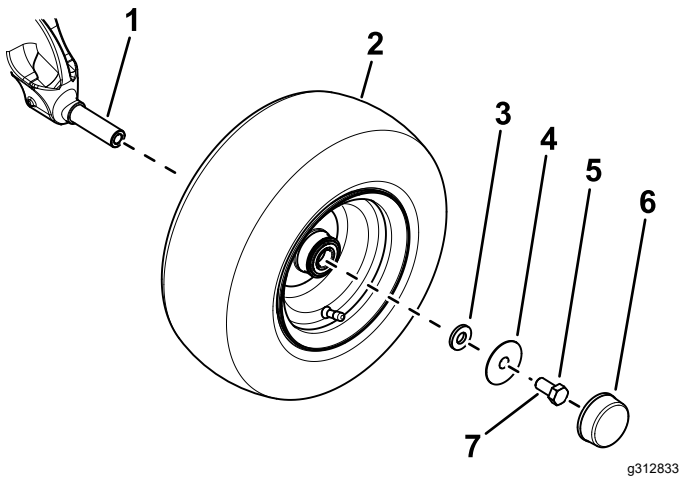

Figure 3
3. Appliquez du frein-filet sur le filetage interne de la fusée (Figure 3).
4. Utilisez une petite rondelle, une grande rondelle et un boulon (5/8" x 1¼") pour fixer la roue sur le pivot de fusée (Figure 3).
6. Placez le couvre-moyeu sur la roue (Figure 3).